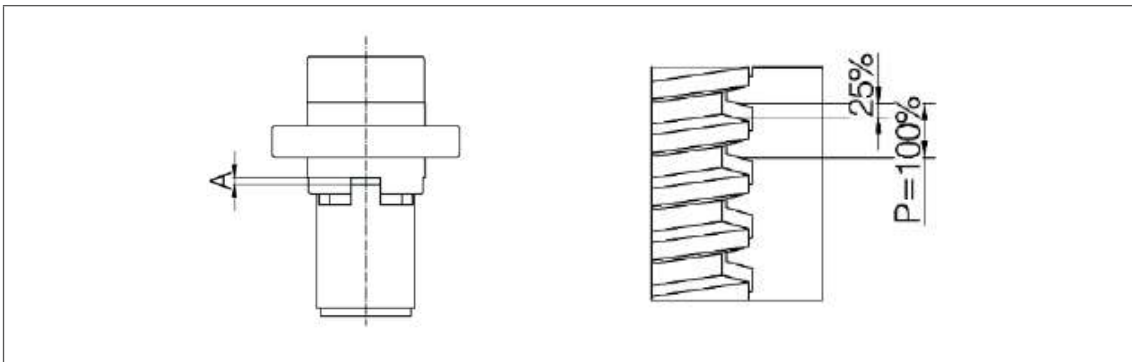

图 20: 安全锁紧螺母 SIFA: 用于磨损测试对比的尺寸 „A „
4. 如果安装了安全锁紧螺母 SIFA, 测量尺寸 „A „并记录下来 (见图 20)。这一措施的新状态下的尺寸可作为后续操作的参考尺寸, 也是日后评估磨损情况所必需的 (参见第 7.1.1 章, 第 25 页)。
- 3. 如果安装了安全锁紧螺母 SIFA：检查磨损情况，如图 20 所示。